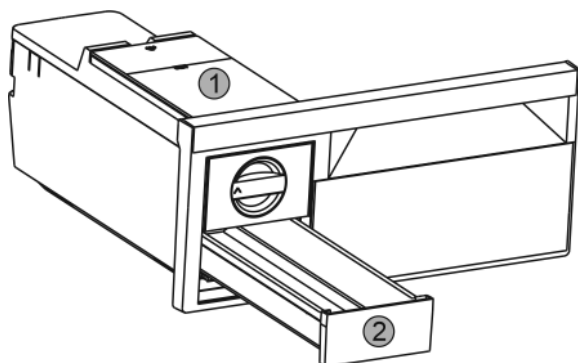

Fig. 54
- Извлечь бак для воды Fig. 54 (1) и выдвижной ящик для производства кубиков льда Fig. 54 (2).